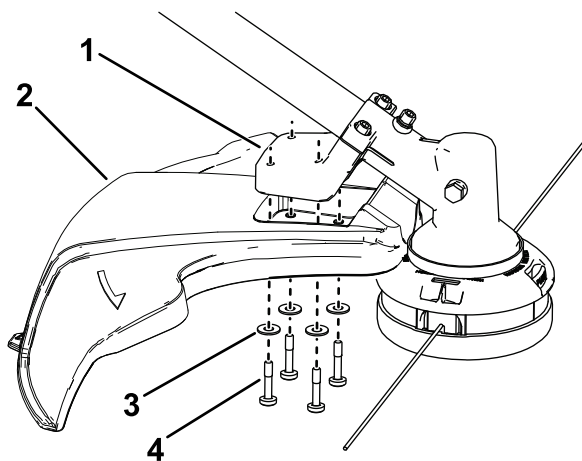

Figura 4
1. Sitúe el protector de la desbrozadora por debajo del soporte del protector, como se muestra en la Figura 4.
2. Sujete el protector a la desbrozadora usando las 4 arandelas y los 4 pernos, como se muestra en la Figura 4.